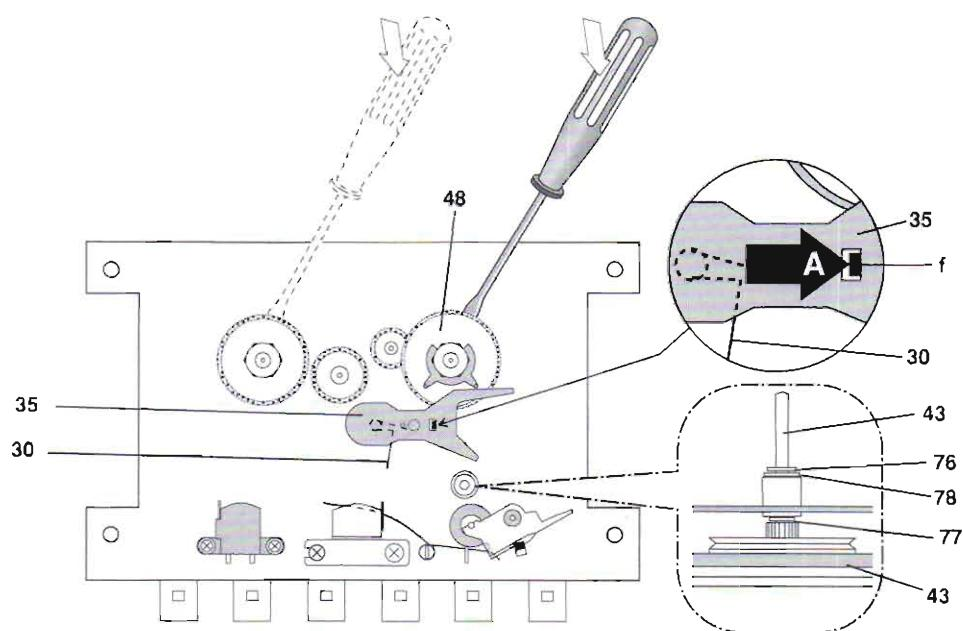

Fig. 6
- Sperrscheibe 76 (Fig. 6) von der Tonwellenachse abziehen.
- Schwungscheibe 43 mit der Tonwelle aus dem Schwungscheibenlager herausnehmen, achten Sie dabei auf die beiden Scheiben 77 und 78 (Fig. 6).
**5. Vorlauf-Wickelteller ausbauen (Fig. 6)**
- Remove the locking disc 76 (Fig. 6) from the capstan.
- Remove flywheel 43 complete with capstan from flywheel bearing, take care of the two washers 77 and 78 (Fig. 6).
**5. Disassembly of Spool Carrier -forward wind- (Fig. 6)**